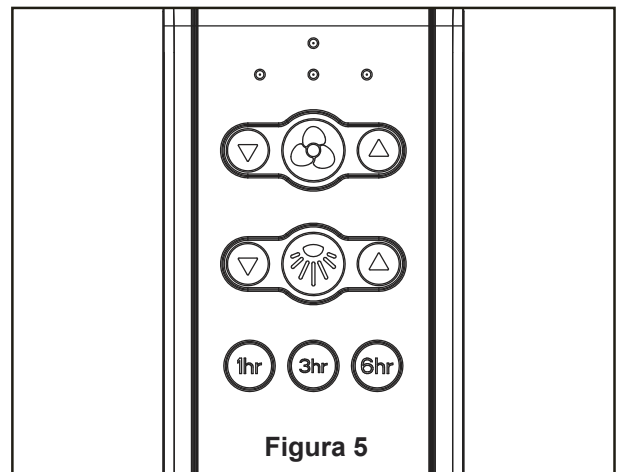

Figura 5
4. Una vez realizadas las conexiones, los cables deben ser colocados de forma extendida poniendo el conductor de la toma de tierra y el conductor de toma de tierra del equipo a un lado de la caja, colocando el conductor sin toma de tierra en el otro lado de la caja. gire los conductores hacia arriba y, con cuidado, colóquelos dentro de la caja de salida; con los conductores blancos y verdes hacia un lado y los conductores negros hacia el otro. (Figura 5)
5. Extraiga tres tornillos de la ensamble de la placa de iluminación utilizando las dos ranuras principales de la placa de conexión. Vuelva a colocar el tercer tornillo extraídos en el Paso 3 y fije los tres tornillos. (Figura 5)
5. Funciones del control remoto: (Figura 5)